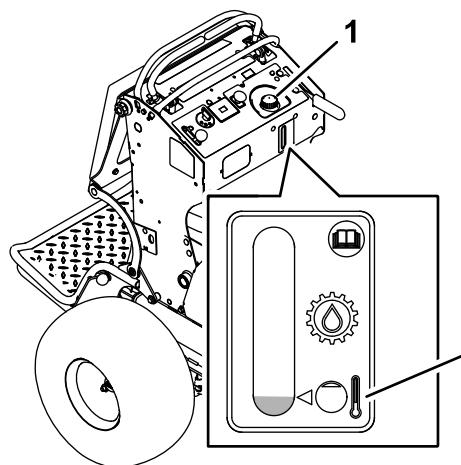

Figura 60
- Limpie alrededor del cuello de llenado y el tapón del depósito de aceite hidráulico (Figura 60).
- Retire el tapón del cuello de llenado (Figura 60).